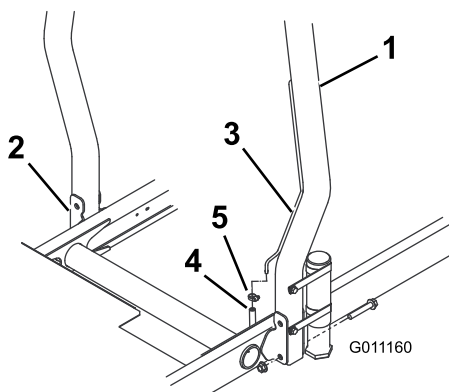

Figura 8
1. Coborâți bara antiruliu pe suporturile de montare a unității de tracțiune, aliniind orificiile de montare. Asigurați-vă că tubul de aerisire de pe bara antiruliu se află pe partea stângă a mainii (Figura 8).
- Fixai fiecare parte a barei antiruliu pe suporturile de montare cu 2 uruburi cu guler i 2 contrapiulie (Figura 8). Strângeți elementele de fixare la un cuplu de 81 Nm.